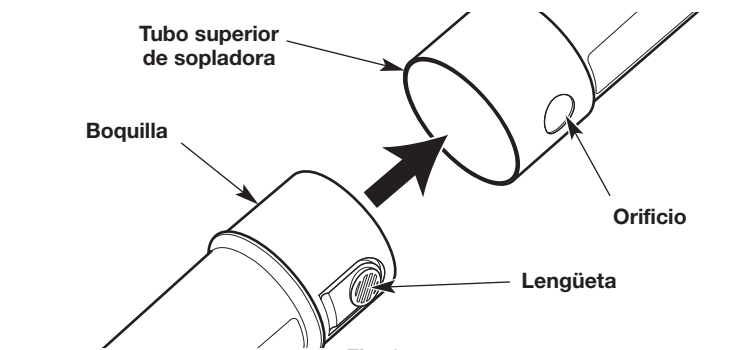

Fig. 2
2. Se debe alinear la lengüeta de la boquilla con el orificio del tubo superior de la sopladora (Fig. 2).
3. Oprima la boquilla para que entre en el tubo superior de la sopladora hasta que la lengüeta se trabe firmemente en el orificio (Fig. 2).
2. Oprima firmemente la lengüeta de la boquilla hacia adentro y tire de la boquilla para sacarla del tubo superior de la sopladora (Fig. 2).